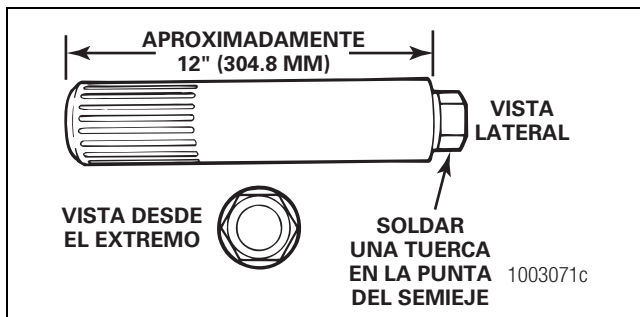

Figura 5.27
1. Haga una herramienta para inspeccionar la resistencia de rotación de los engranajes del diferencial utilizando un semieje que concuerde con el tamaño de las ranuras del engranaje lateral del diferencial. Corte el semieje a aproximadamente 12 pulgadas (304.8 mm). Suelde una tuerca en la punta del semieje. Figura 5.27.